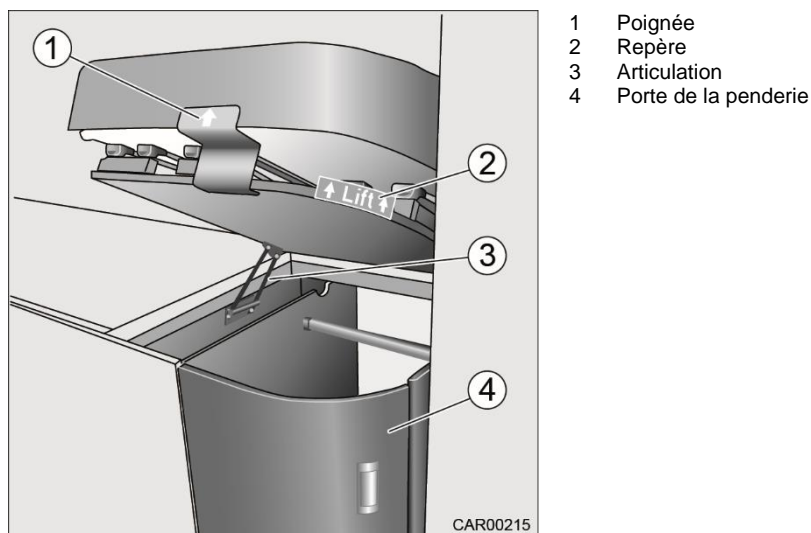

Fig. 70 Lit arrière
2. Relever le sommier divisé en le poussant au point de repère « Lift » (Fig. 70/2) ou au niveau de la poignée (Fig. 70/1).
Le sommier divisé est automatiquement maintenu en position supérieure extrême par l'articulation (Fig. 70/3).
- Avant de prendre la route, ramener le lit en position initiale et fermer la porte de la penderie (Fig. 70/4).